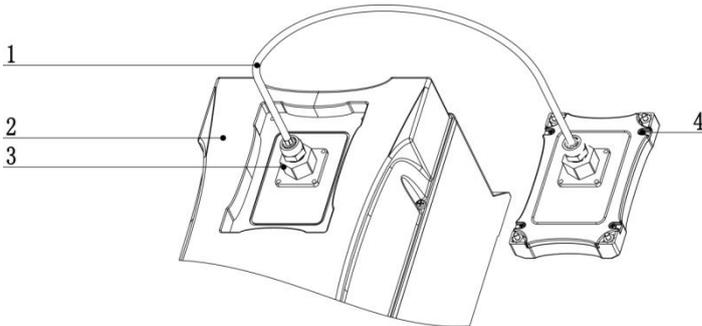

图 1-3 远控线外形及结构部件图
2、远控线接线外观及接线方法: 如图 1-3 远控线外形及结构部件图。